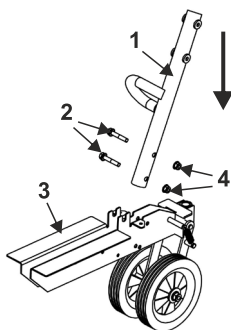

Рис.3 Установка стойки рукоятки управления
5. Установите стойку рукояток управления на раму культиватора. Вставьте стойку 1 в раму 3, совместите отверстия в стойке и раме и вставьте в отверстия болты 2 (рис. 3). Затем вверните и затяните гайки 4 (рис.3).